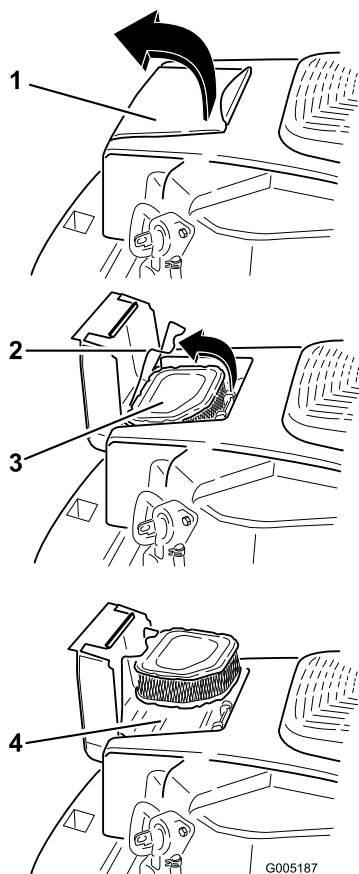

Figure 27
1. Ouvrez le couvercle du filtre à air situé sur le carter de ventilateur pour accéder à l'élément du filtre à air (Figure 27).
2. Ouvrez le verrou et retirez l'élément du filtre à air (Figure 27).